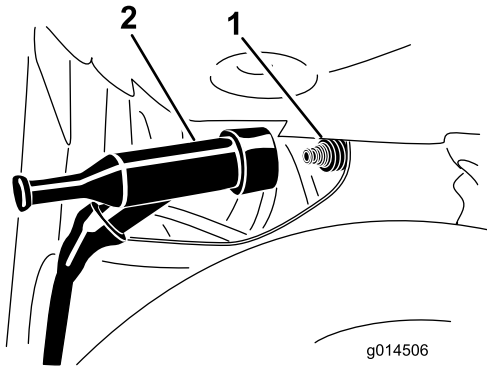

Figura 14
2. Retire el cable de la bujía (Figura 14).